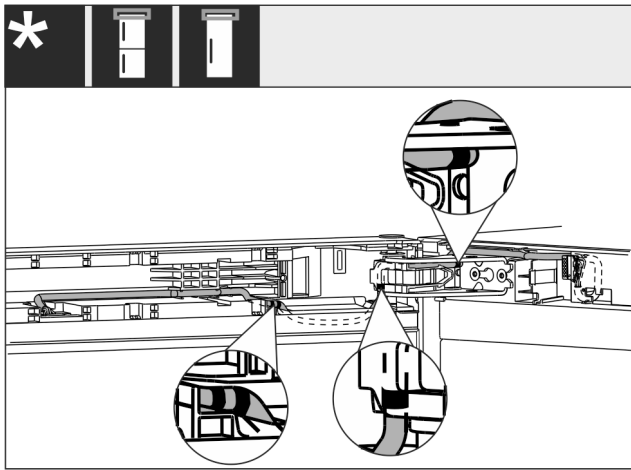

Fig. 56
- ▶ Vendosja e kabllot bëhet siç tregohet në figurën Fig. 56 ().